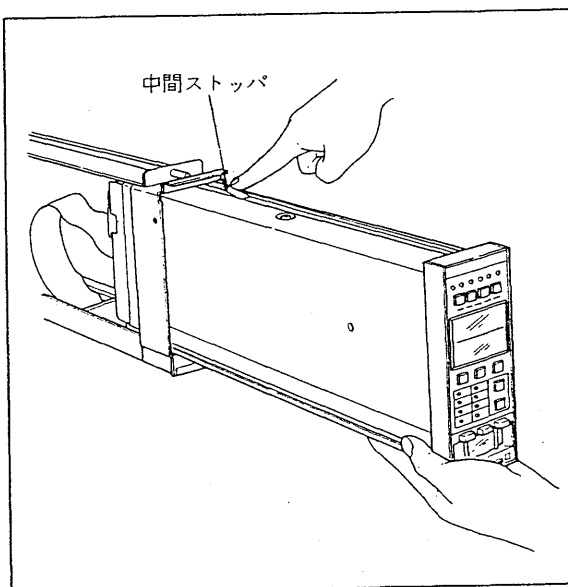

図 5.2.2 内器の引き抜き
- ② 内器をハウジングから取出す場合には図5.2.2の要領で中間ストッパを押し下げながら引き抜いてください。